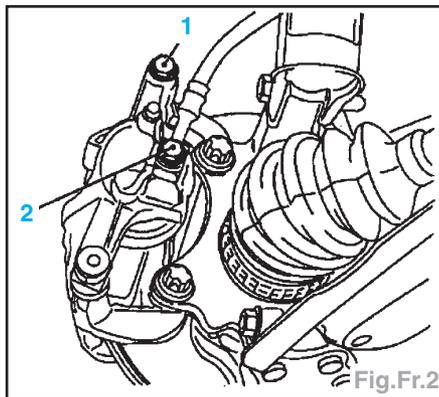

Fig.Fr.2
- la vis creuse (2) et récupérer le liquide de frein,
- la vis de fixation (1) et déposer l'étrier (Fig.Fr.2).